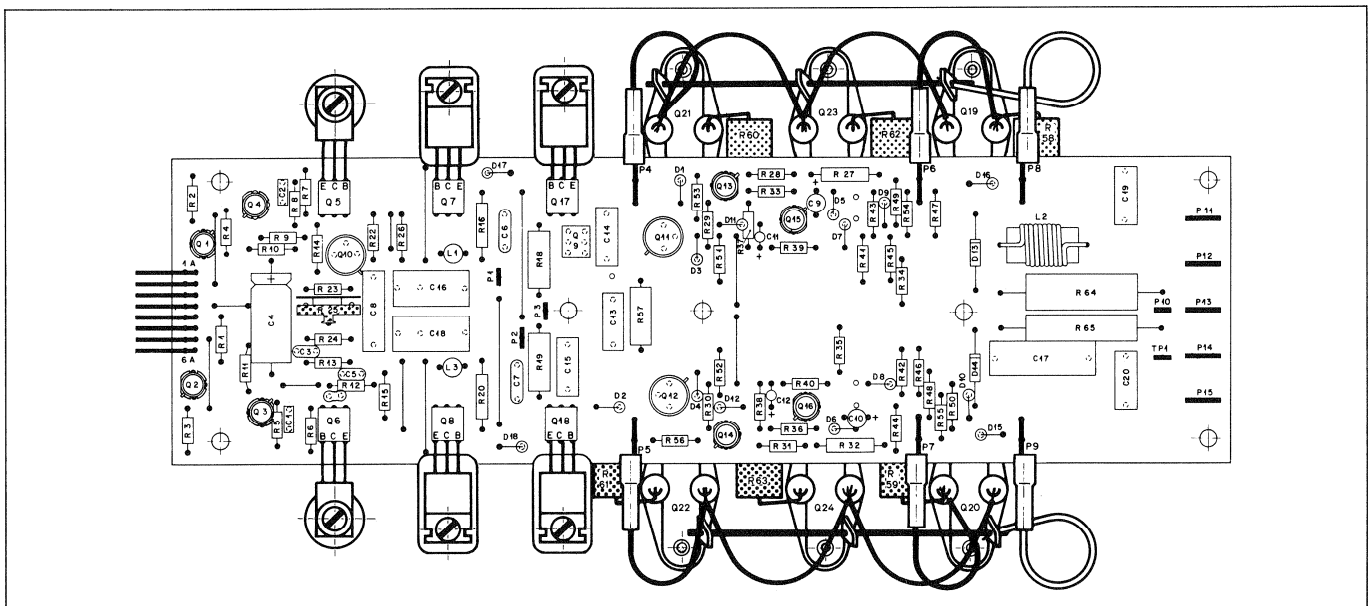

Fig. 3.3.1
3.3 Ruhestrom-Einstellung (Fig. 3.3.1)
- Schalter (12) AMPLIFIER MODE auf Position STEREO NORMAL.
3.3 Quiescent current (fig. 3.3.1)
- Turn switch (12) AMPLIFIER MODE to position STEREO NORMAL.
3.3 Ajustage du courant de repos (fig. 3.3.1)
- Commutateur AMPLIFIER MODE (12) sur STEREO NORMAL.